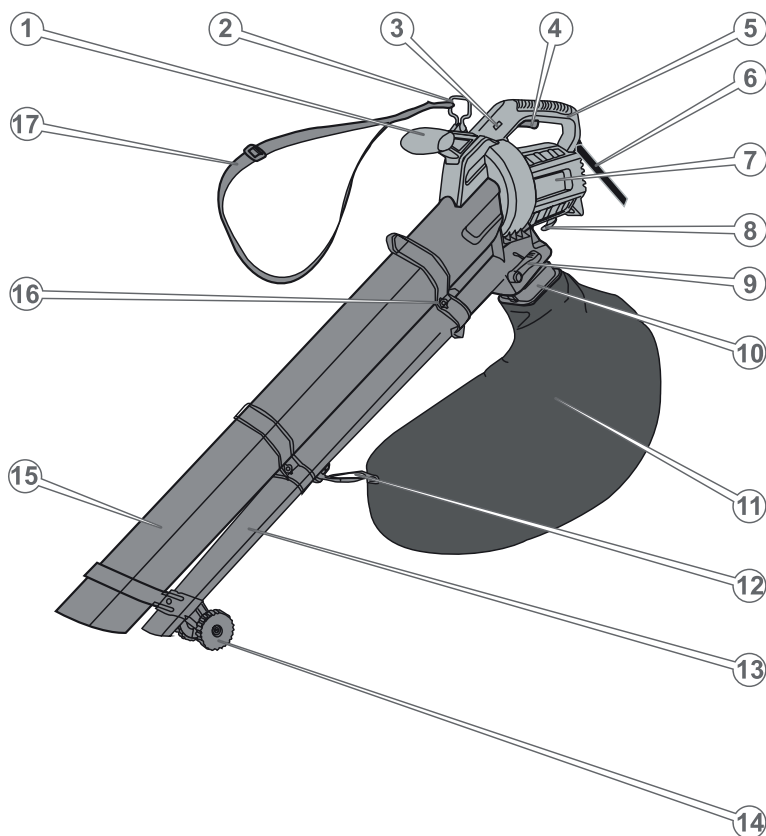

Рис.1
Скорость воздушного потока можно регулировать путем вращения регулятора (3) (Рис.1) в пределах 6-ти позиций. Нужное значение скорости будет отображаться в окошке. Скорость воздушного потока будет минимальной при отображении в окошке цифры 1, и максимальным, когда в окошке будет отображаться цифра 6.